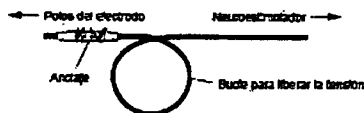

Figura 8. Bucle para liberar la tensión creado con el cuerpo del electrodo.
12. Mientras mantiene la posición del electrodo, cree un bucle para liberar la tensión con el cuerpo del electrodo cerca del anclaje fijado (Figura 8).